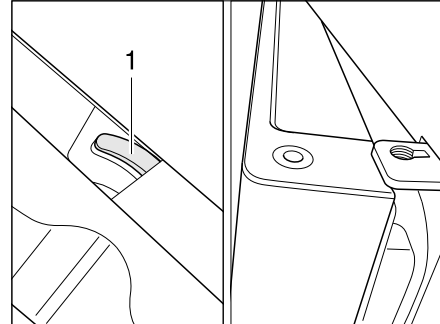

Bild 140 Kühlschranktür in Lüftungsstellung (Dometic 7er-Reihe)
- Verriegelung ganz nach rechts schieben. Die Kühlschranktür ist mit Hilfe der Türarretierung (Bild 140,1) fixiert. Die Kühlschranktür bleibt damit leicht geöffnet (Bild 140).